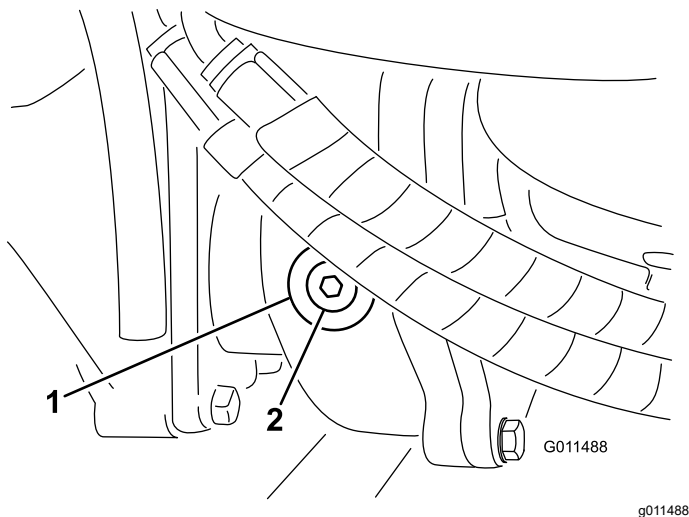

図 108
- ギアボックスの左側から点検・補給用プラグ 図 108 を抜き、穴の高さまで潤滑油があることを確認する。油量が足りなければ穴の下部まで補給する。